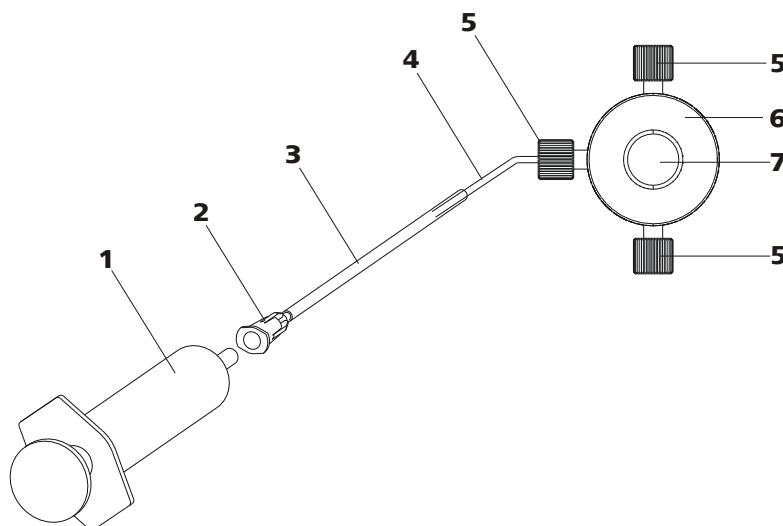

Figura 18 Purgar la bomba de alta presión
Purgue la bomba de alta presión como se indica a continuación (véase figura 18, página 35):
- Inserte la jeringa (18-1) en el conector Luer (18-2) de la cánula de purga (véase figura 18, página 35).